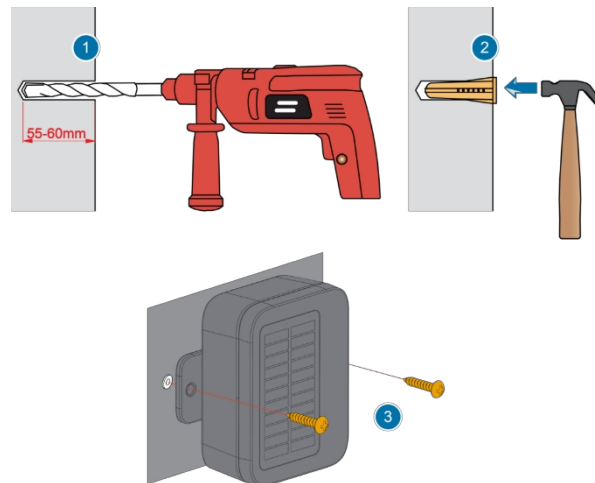

Abbildung 18: Befestigung des Gehäuses an der Wand
3. Befolgen Sie abschließend die folgenden Schritte, wie auch in **Abbildung 18** dargestellt:
- **Schritt 3:** Befestigen Sie das WisBlock Unify-Gehäuse mit zwei (2) Stück st3,5\*35 mm Gewindeschrauben an der Wand.